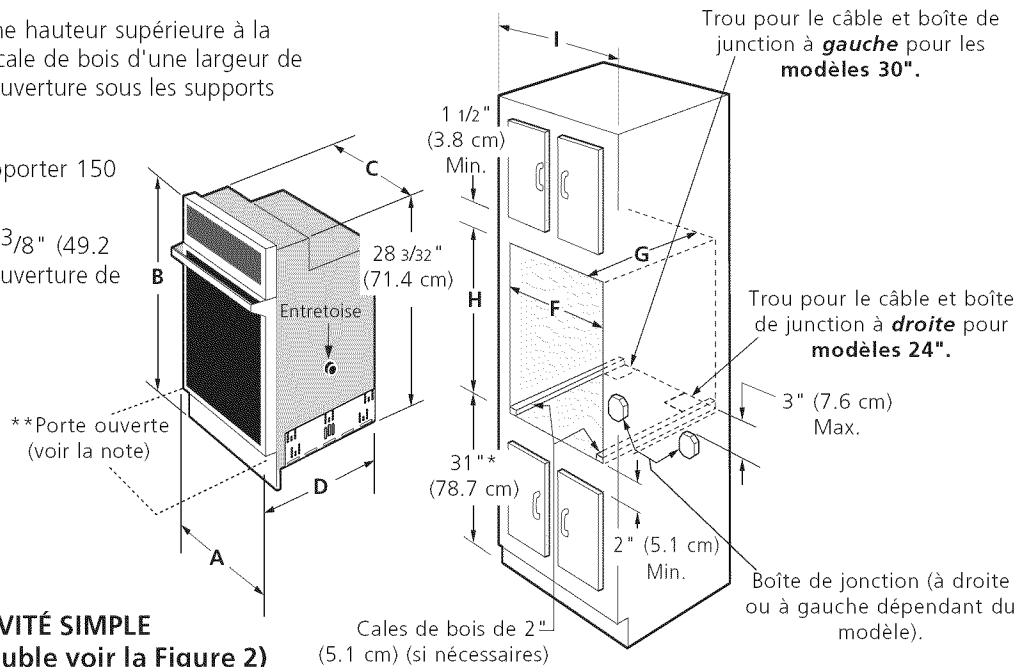

Figure 1
(Pour les fours à cavité simple voir la Figure 1)
Reportez-vous aux figures 1 et 2 pour établir quelles sont les dimensions applicables à votre modèle, ainsi que l'espace nécessaire pour recevoir l'appareil. La surface qui supporte l'appareil doit être en contre-plaqué solide ou tout autre matériau du même type. Il faut vous assurer que la surface est de niveau d'un côté à l'autre et de l'avant à l'arrière.
2. Il faut brancher l'appareil au panneaux de distributions en utilisant des câbles flexibles à gaine métallique ou non métallique. On doit brancher directement à la boîte de jonction le câble gainé flexible de l'appareil. Il faut disposer la boîte de jonction tel qu'illustré à la Figure 1 ou 2 en laissant autant de lâche que possible dans le câble entre la boîte et l'appareil, pour en faciliter le déplacement si l'entretien s'avère nécessaire.
Lorsque requis, ce four peut être ajusté en hauteur avec une entretoise en bois d'une largeur de 2" (5 cm) pour en permettre l'installation dans le découpage existant d'une armoire, si la hauteur du découpage excède la dimension **H Min.** (voir la figure 1 ou 2).